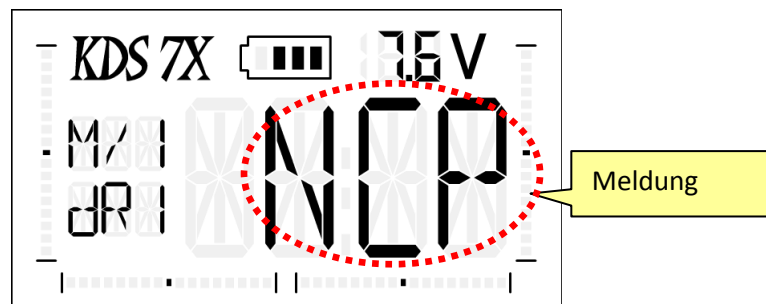

Bild 27 - NCP Einstellung
3. Halten Sie den ESC Knopf gedrückt bis das Display der Fernsteuerung "NCP" wie in Bild 27 anzeigt, zur selben Zeit die RF LED aufleuchtet und die LED des Empfängers ausgeht.